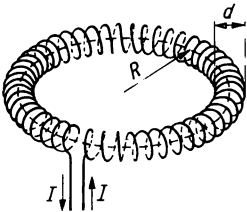

Bild 72
- 8.26** Eine Ringspule (Bild 72) hat N Windungen, den Radius R und den Wicklungsdurchmesser d . Sie wird von einem Strom der Stromstärke I durchflossen. Berechnen Sie für das Innere der Spule 1. die magnetische Feldstärke und 2. die Flußdichte.